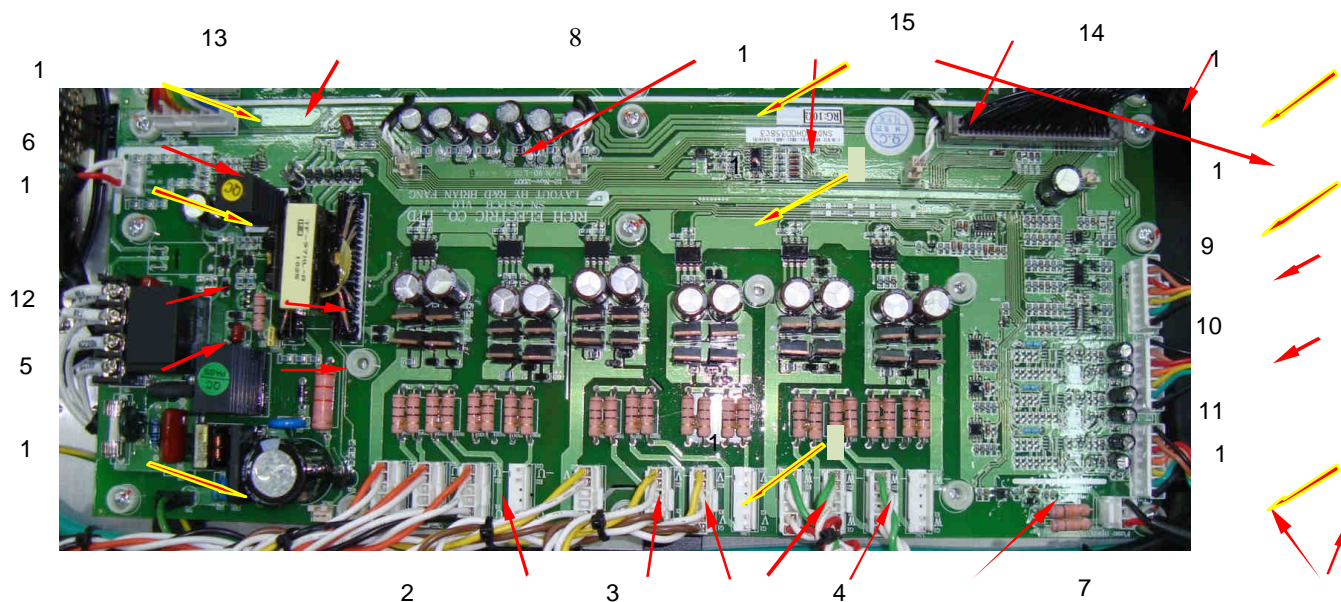

Рис. 7.15.
7.9.1. Установить плату драйверов на ее посадочное место и закрепить винтами (9 шт.) (рис. 7.15).
7.9.2. Подсоединить разъемы жгутов к разъемам платы драйверов, присоединить провода питания ~220 В и вентиляторов, соответственно, к клеммам «AC220V» и «FAN» колодки ТВ1. Подсоединить жгуты управления модулями IGBT к разъемам на плате драйверов и к разъемам на монтажных платах IGBT модулей (рис. 7.15).